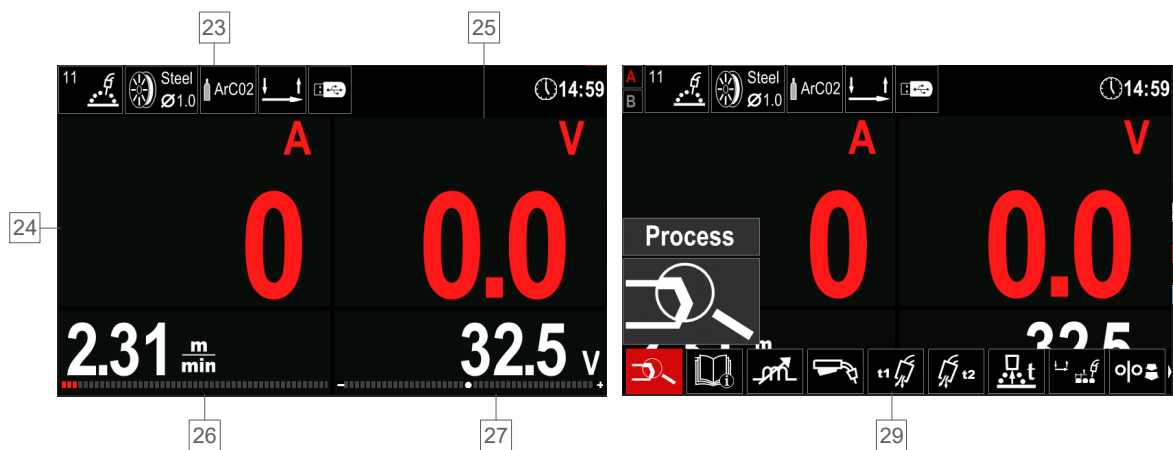
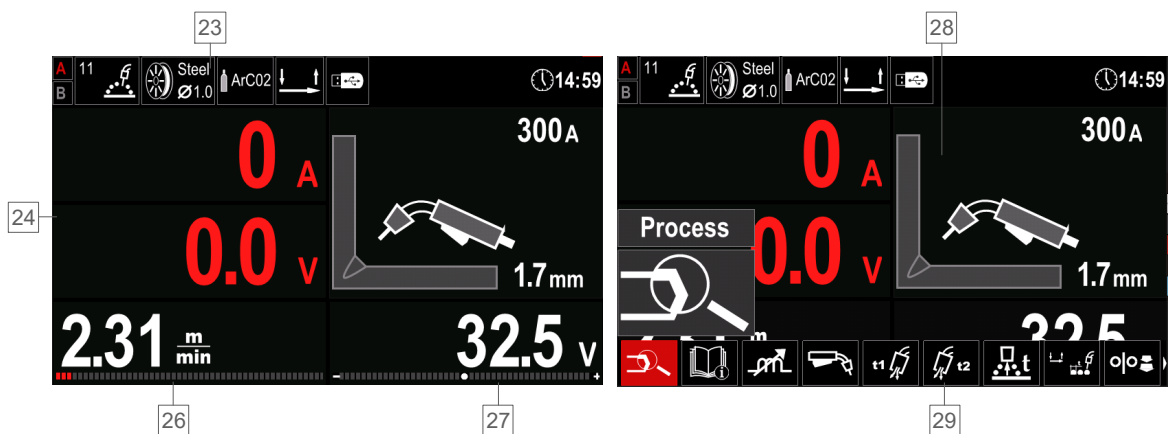

Рисунок 5. Стандартный вид
Рисунок 6. Расширенный вид
- Стандартный вид (Рисунок 5)
- Расширенный вид (Рисунок 6).
- Выберите один из вариантов (Standard (Стандартный) — Рисунок 5 или Advanced (Расширенный) — Рисунок 6).
- 24. Измеренное значение тока (Рисунок 5) и напряжения (Рисунок 6).